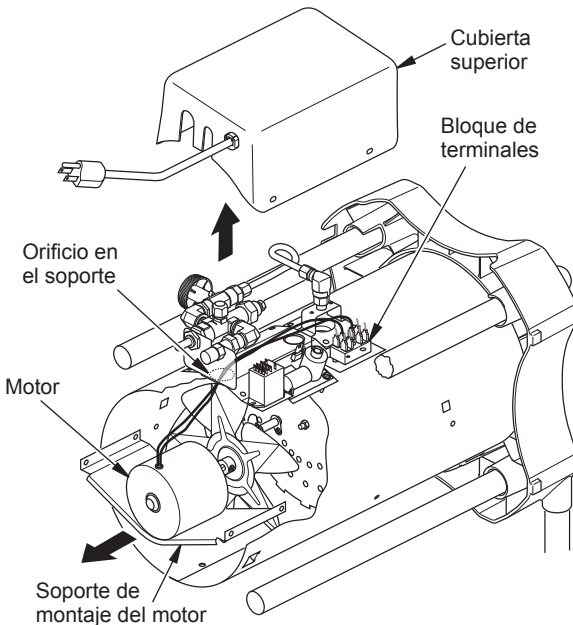

Figura 6 - Desmontaje del ventilador y motor
3. Desconecte los cables de motor y ventilador de bloque de terminales bajo la cubierta superior (consulte la figura 6).
- Cables del motor Ruta a través del agujero en la parte superior de la carcasa (consulte la Figura 6, página 30).
- Vuelva a conectar los cables del motor y del ventilador a los mismos puestos en el bloque de terminales como retirados en el paso 3, página 30 (consulte la Figura 6, página 30).
19. Pase los cables del motor a través del orificio en la parte inferior de la cubierta (consulte la figura 6, en la página 30).
20. Vuelva a conectar los cables a los mismos postes en el bloque de terminales como fueron desconectados en el paso 3, en la página 30 (consulte la figura 6, en la página 30).